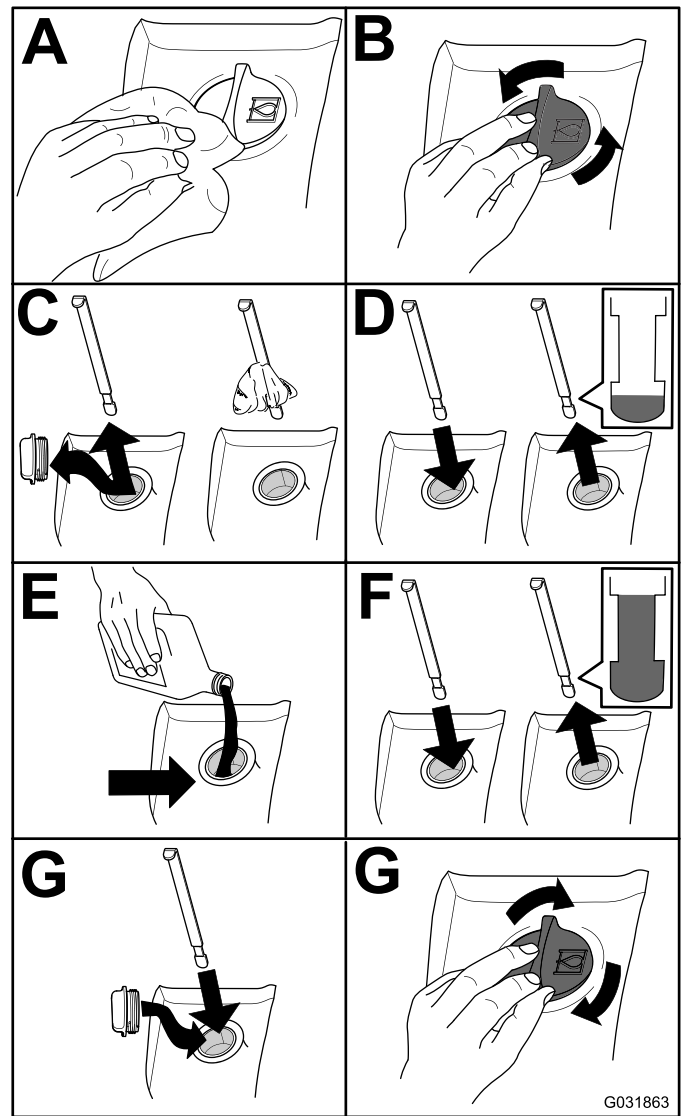

Bild 85
2. Prüfen Sie den Stand des Hydrauliköls (Bild 85).